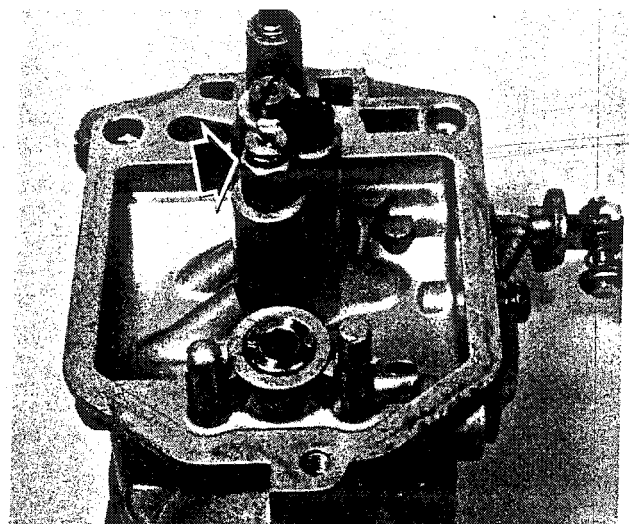
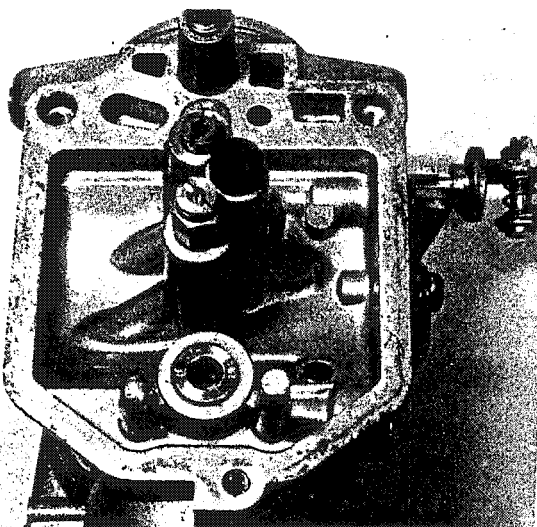

Bild 181
Bild 179
- Die Gummikappe vom Leerlaufdüsenhalter abziehen und die Leerlaufdüse ausschrauben (Bild 179). Die Düsen sollen nur mit genau passenden Schraubendrehern ausgeschraubt werden, damit die Schlitze im weichen Material nicht beschädigt werden. Den Halter der Sekundärdüse mit einem Maulschlüssel festhalten und die Sekundärdüse ausschrauben (Bild 181). Nach dem Ausschrauben des Halters kann die Nadeldüse herausgezogen werden, die in den Luft-